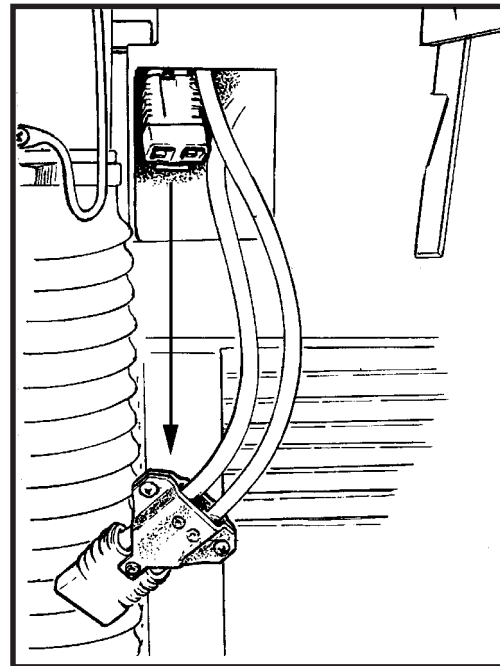

Abb. 13
3. Trennen Sie die Verbindungsklemme der Batterieeinheit von der Verbindungsklemme des Kontrollgehäuses. Siehe Abb.13.